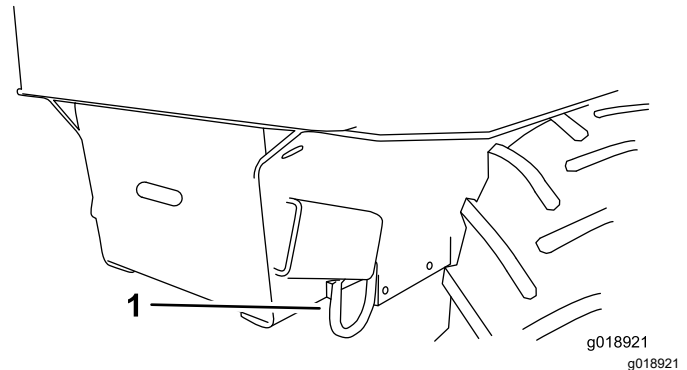

Figura 19
8. Amarre la máquina al remolque usando los puntos de amarre delanteros (Figura 19).